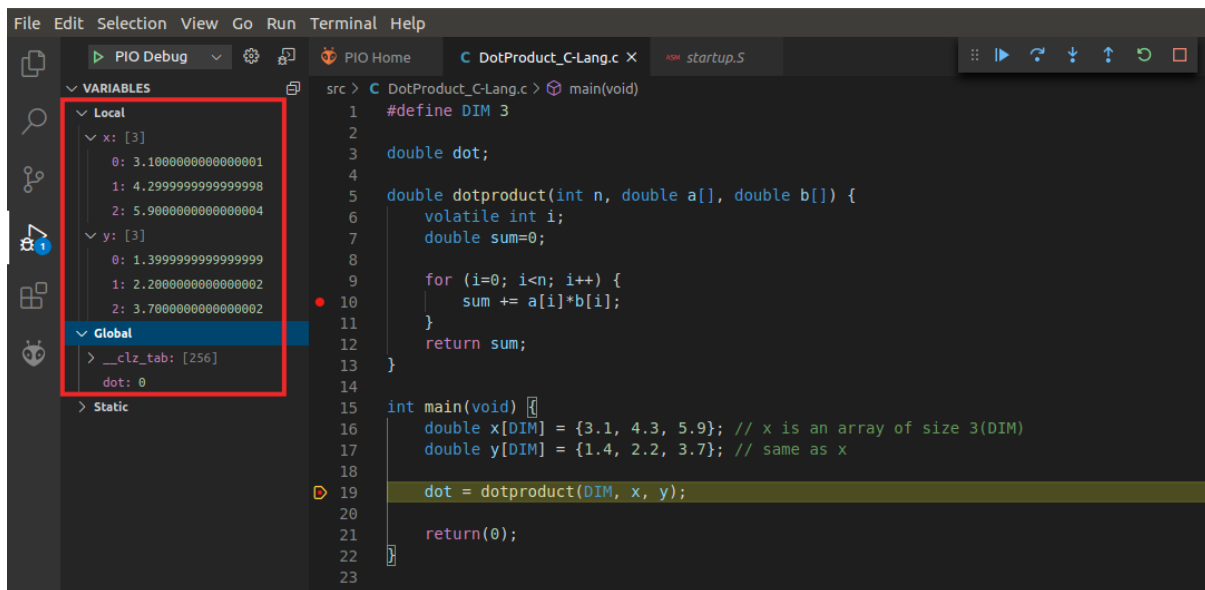

Figura 78. Programa DotProduct_C-Lang: valores das variáveis no primeiro *breakpoint*
3. Antes de chamar o depurador, defina um *breakpoint* na linha 10 e outro na linha 19 (Figura 78).
4. De seguida, inicie a depuração. O programa começará a ser executado; pare-o no primeiro *breakpoint* (Figura 78).
5. Na barra lateral do Depurador, expanda a secção Variables (Variáveis) (Figura 78). Os dois vetores contêm os valores iniciais atribuídos em *main*. A variável `dot` é inicializada em 0.